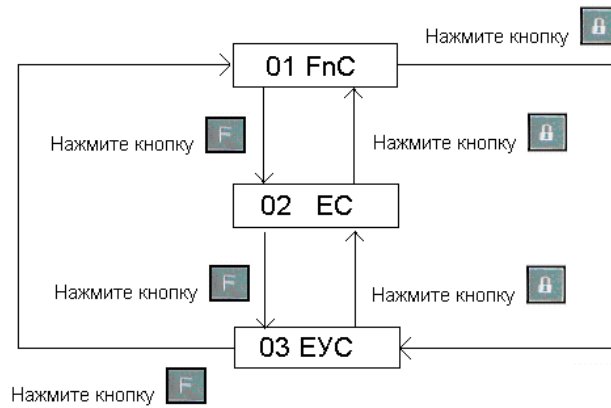

Рисунок 2
5.1.3 Алгоритм главного меню настроек представлен на рис. 2.